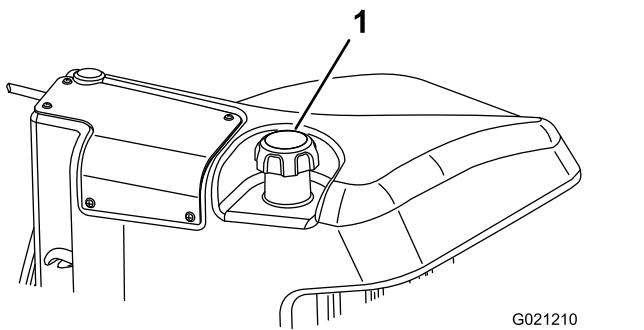

Figure 29
3. Retirez le bouchon du réservoir de carburant (Figure 29).